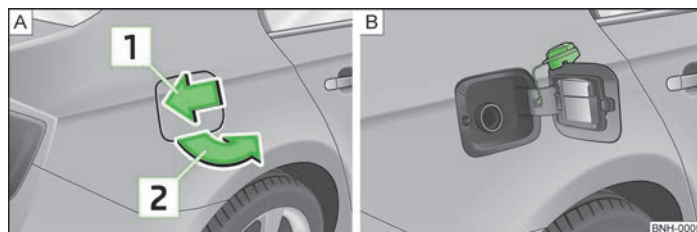

Fig. 95 Partea dreaptă spate a autovehiculului: Clapeta rezervorului / Clapeta rezervorului cu capacul înșurubat
Pe partea interioară a clapetei rezervorului sunt indicate sortimentele adecvate de combustibil, mărimea anvelopelor și valorile presiunii în anvelope » fig. 95 la pagina 123 - [B].
Pe partea interioară a clapetei rezervorului se află un răzuitor » fig. 95 la pagina 123 - [B] pentru îndepărtarea zăpezii și a gheții de pe parbriz și geamuri » pagina 119, *Geamuri și oglinzi exterioare*.
- Apăsăți clapeta rezervorului în sensul săgeții [1] » fig. 95.
- Desfaceți bușonul rezervorului spre stânga și fixați-l de sus pe clapeta rezervorului » fig. 95 - [B].